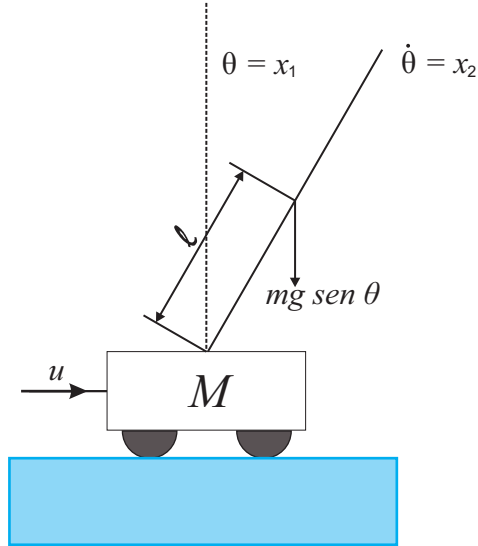

Figura 21: Esquemático do pêndulo invertido do Exercício 38.
38. A Figura 21 abaixo mostra o esquemático de um pêndulo invertido sobre um carrinho. Defina $x_1 = \theta$, $x_2 = \dot{\theta}$, $x_3 = x$, $x_4 = \dot{x}$ com x o deslocamento do carrinho. O modelo do sistema pode ser escrito como: